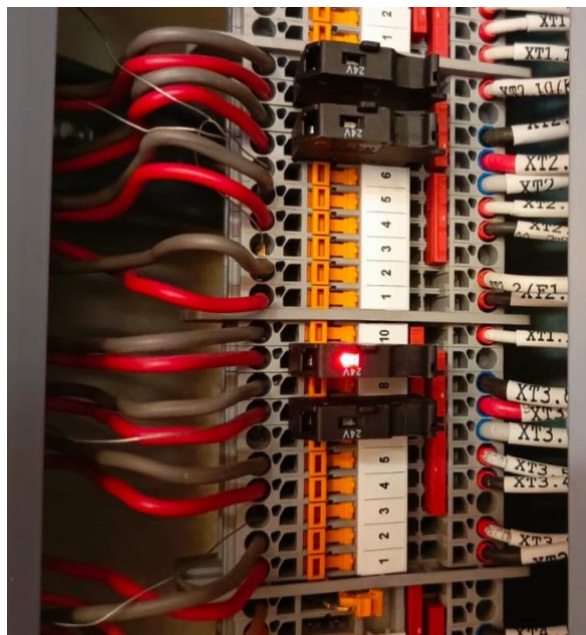

Рис.4 Неподача питания в линию (поле) со стороны шкафа при замыкании питающих проводов во время монтажа, сгорание предохранителя
- Возможна неподача питания в линию (поле) со стороны шкафа при замыкании питающих проводов во время монтажа, сгорание предохранителя (Рис.4).